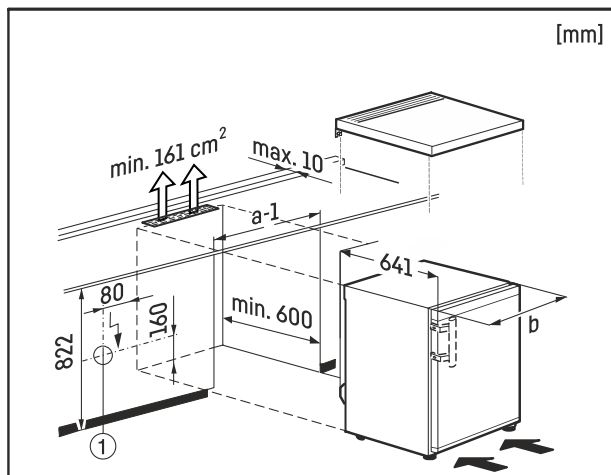

Fig. 4
Die Steckdose Fig. 4 (1) muss dabei außerhalb der Geräte-rückseite liegen und leicht zugänglich sein.